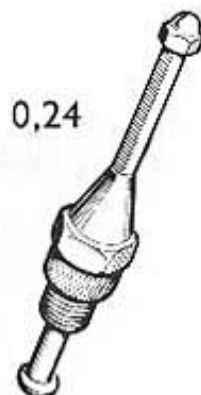

Fig. 41
- Visser l'outil 0.24 (fig. 41) dans le cylindre par le trou de la bougie et chercher le point mort haut en faisant tourner le volant ; noter sur la règle la position.